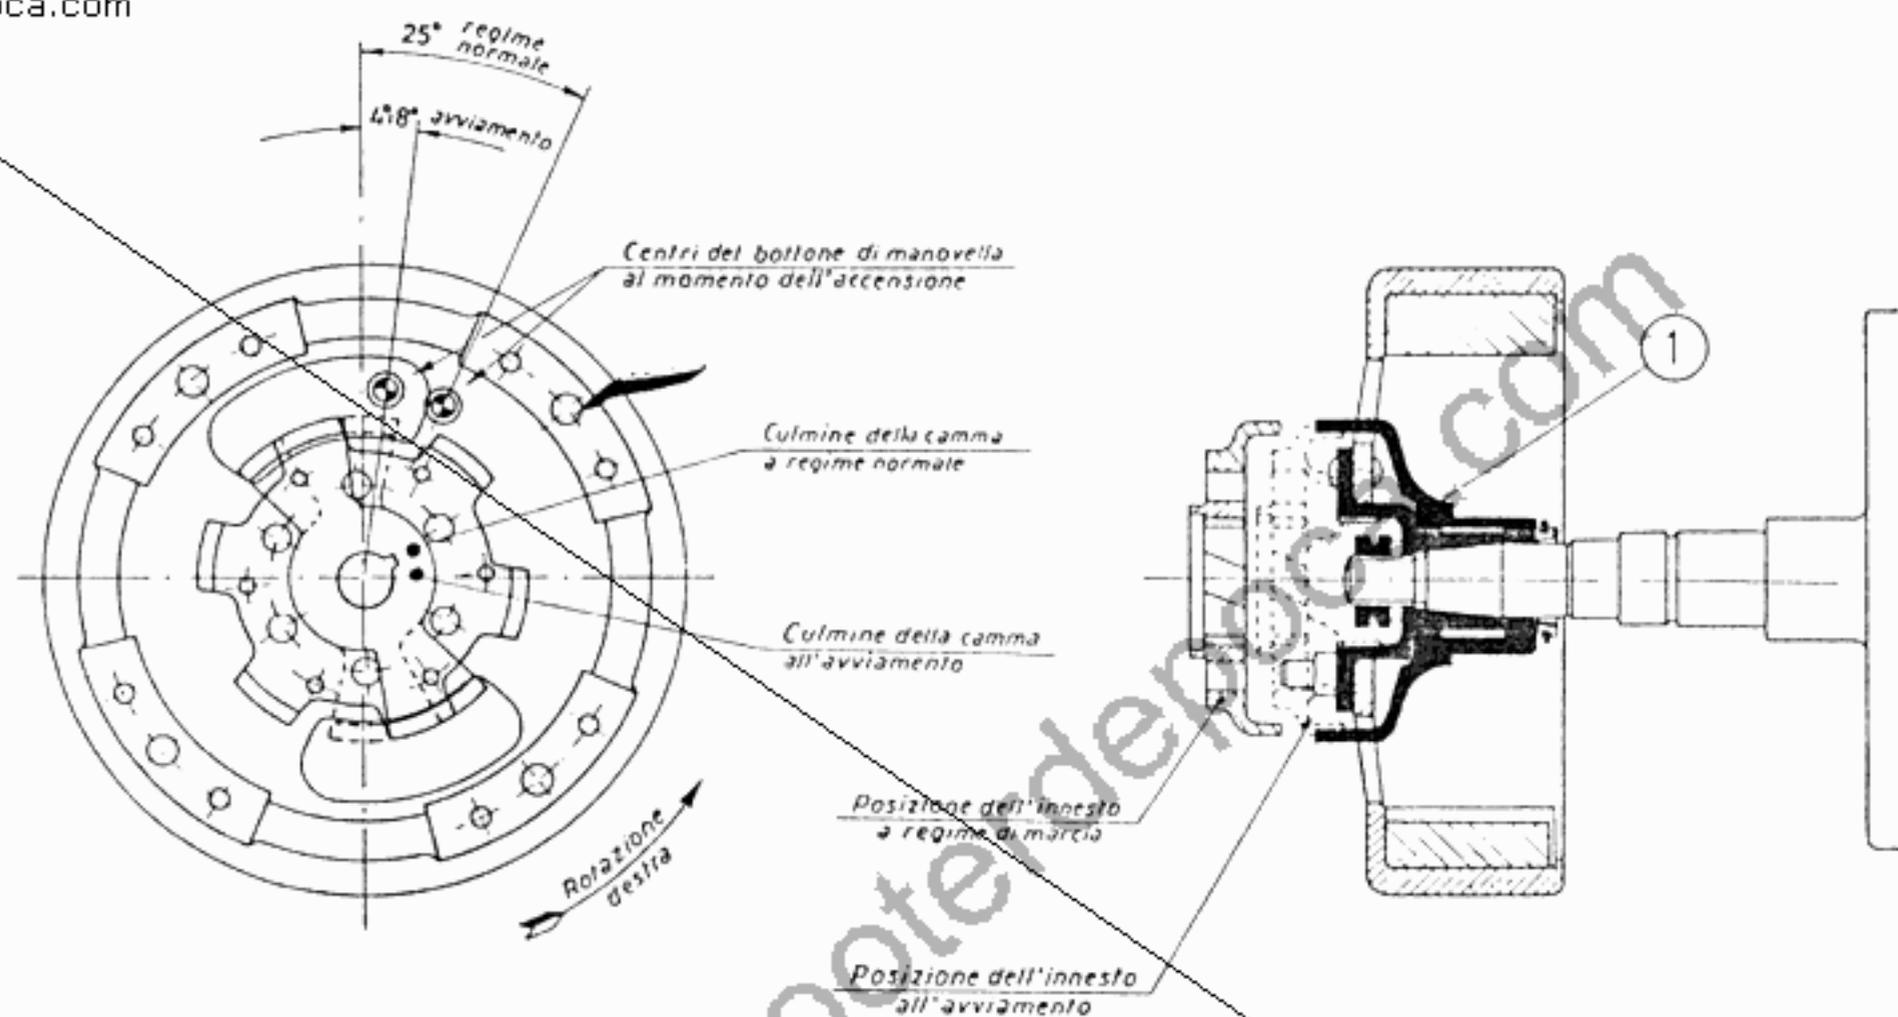

Fig. 66 - Valvola MARELLI ad anticipo automatico
La campana in materiale amagnetico, le espansioni polari e le quattro calamite permanenti che formano la parte ruotante del volano, sono sempre bloccate al cono dell'albero motore mediante dado e chiavetta di trascinamento; la camma che comanda il martelletto del ruttore (1) (vedi fig. 66), ruota sull'appendice interna del mozzo di fissaggio della campana all'albero motore.